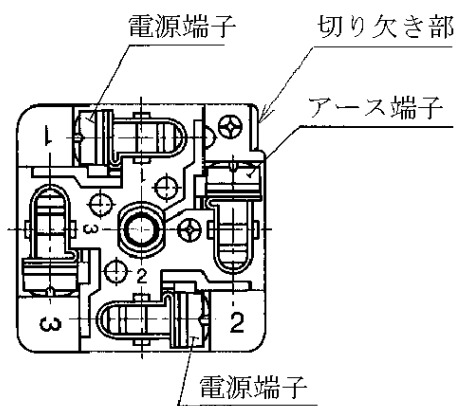

図9 端子の位置と名称
- (c) 端子台③よりワッシャー付ねじ⑨を外し、図9 (P16)のように配線した後、再びねじ⑨を締め込みます。